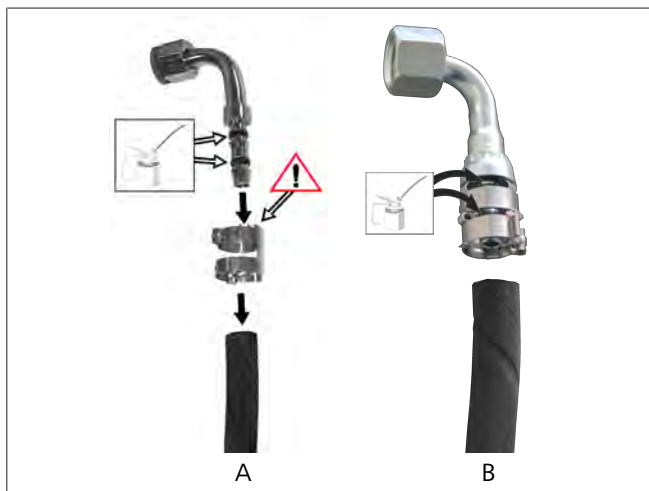

Fig. 22 Lubricar las conexiones
- Conexión con abrazaderas independientes, véase la Fig. 22, componente A.
- Conexión con abrazadera fija: véase la Fig. 22, componente B.